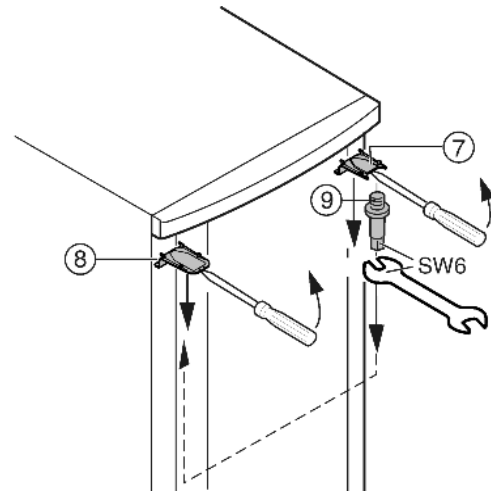

Fig. 7
- ▶ Верхнюю крышку Fig. 7 (7) и крышку Fig. 7 (8) с помощью отвертки выведите вперед из фиксатора и снимите, наклоняя вниз.
- ▶ Выкрутите опорный палец Fig. 7 (9) и вкрутите на противоположной стороне (**с моментом 4 Нм**).
- ▶ Снова установите крышку Fig. 7 (7) на стороне опорного пальца: насадите сзади, защелкните спереди.
- ▶ Установите крышку Fig. 7 (8) на противоположной стороне: насадите сзади, защелкните спереди.
- ▶ Подвесьте верхнюю часть двери на опорный палец Fig. 7 (9).